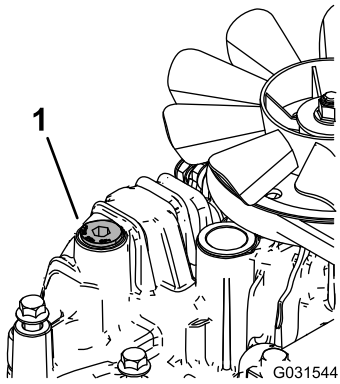

Bild 86
- Lockern Sie die Entlüftungsschraube in jedem Getriebe, sodass sie lose ist und wackelt (Bild 86).